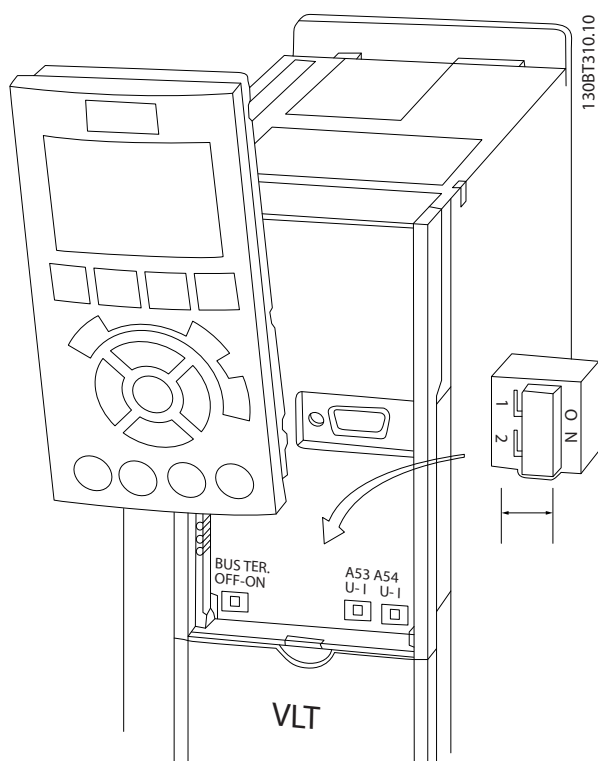

Bild 2.18 Placering av switcharna för plintarna 53 och 54 och busstermineringsswitch
- Brytarna blir tillgängliga när LCP:n har tagits bort (se *Bild 2.18*). Observera att vissa tillvalskort som är tillgängliga för enheten kan sitta över brytarna och måste tas bort för att du ska kunna ändra inställningen för brytarna. Koppla alltid bort strömmen till enheten innan du tar bort tillvalskortet.